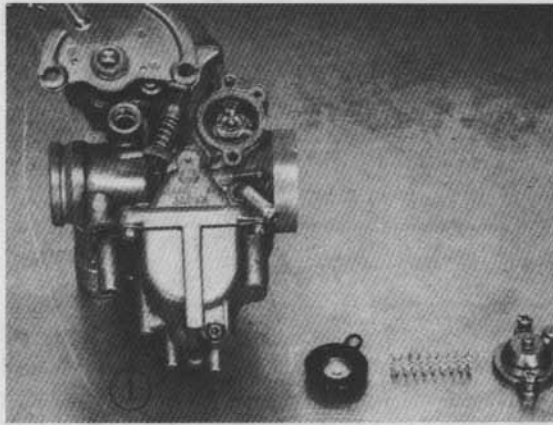

Bild 57 ►
- Zwei Kreuzschlitzschrauben aus oberem Deckel ausdrehen, Rückholfedern aushängen, Mutter SW 14 auf Betätigungsachse und Kreuzschlitzschraube auf Welle (Bild 57) ausdrehen. Betätigungswelle herausziehen (Anzahl und Lage der Zwischenscheiben notieren) und Gelenk samt Schieberkolben entnehmen.